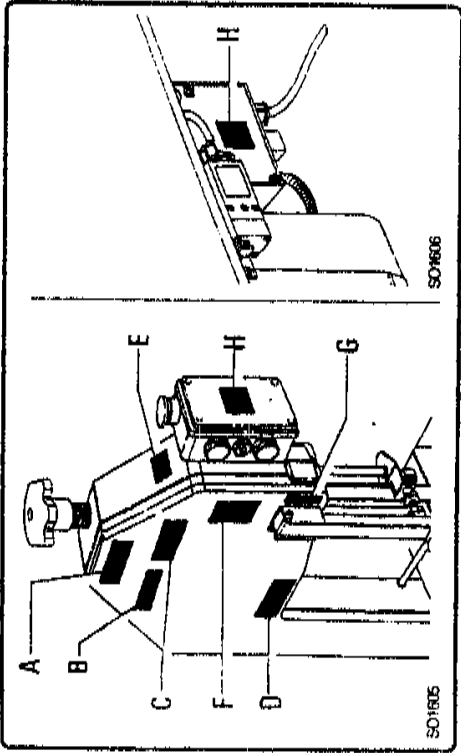

Fig. 1.9.1
1.9 - Знаки предосторожности и опасности (рис. 1.9.1)